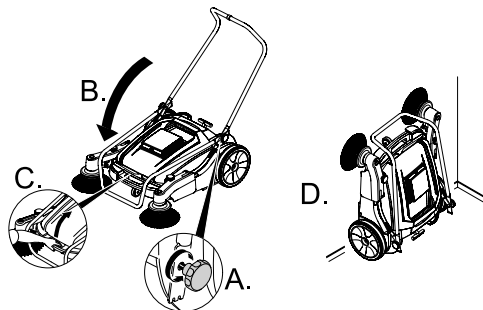

Fig. 8 – Dobrando o cabo e armazenagem na vertical
- g. Para economizar espaço, a varredeira pode ser armazenada com o cabo dobrado e na posição vertical. Solte o manípulo (9) e mova o cabo (11) para frente, deixando apoiado ao quadro (7). Em seguida, aperte o manípulo (9) e coloque a varredeira na posição vertical, conforme Fig. 8.